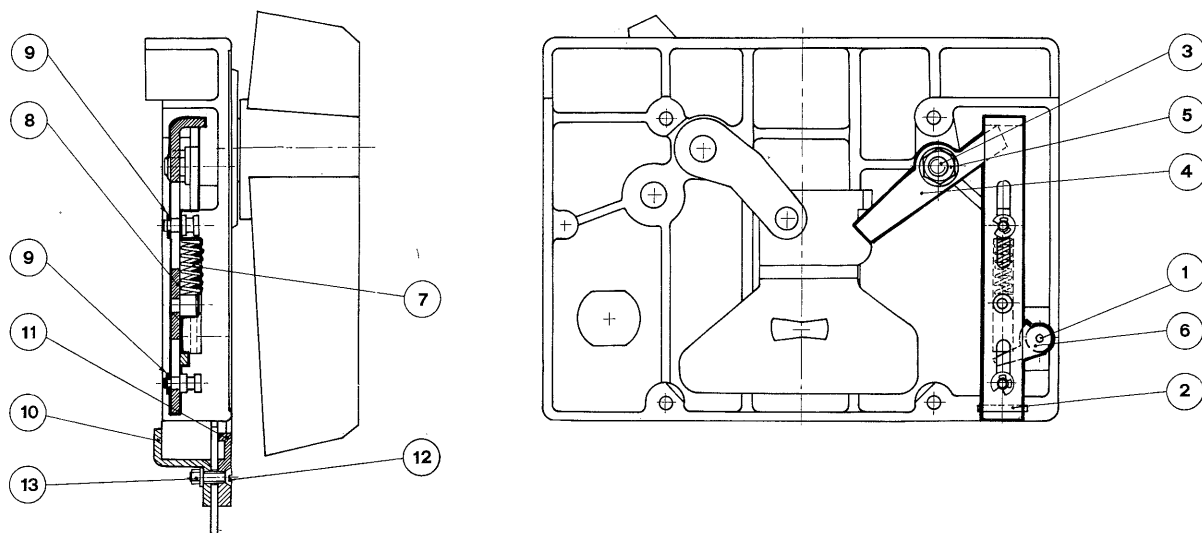

Fig. 24
**8.6.5. Dispositivo di blocco portella (fig. 24)**
**8.6.5. Door interlock (fig. 24)**